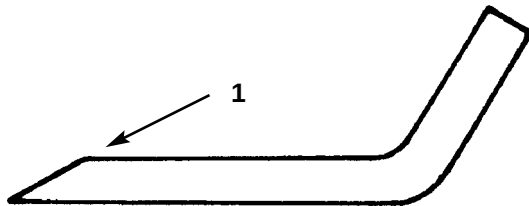

Fig. 37
1. Brug en fil til at slibe skæret i begge ender af kniven (fig. 37). Bibehold den oprindelige vinkel. Hvis der fjernes samme mængde materiale fra begge skær, bibeholder kniven sin balance.